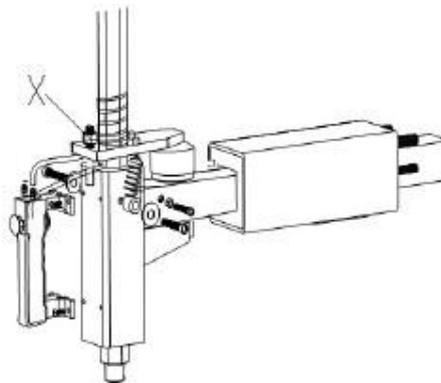

Fig 12
Remarque : si le bras vertical n'est pas verrouillé ou ne répond pas à l'exigence de 2 à 3 mm entre le bas de la tête de montage/démontage et la jante, veuillez ajuster la plaque de verrouillage hexagonale, voir la figure 12 et ajuster le (X).